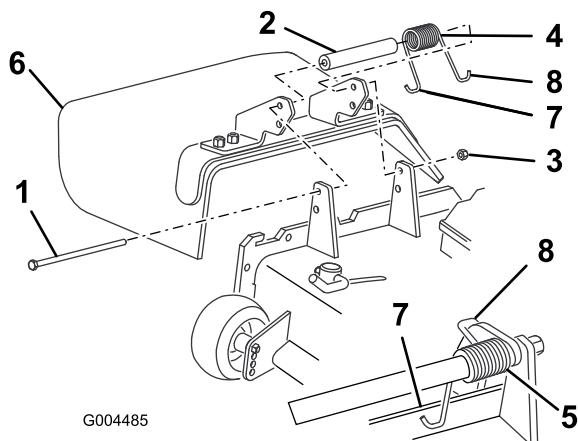

Figura 76
2. Togliete il dado di bloccaggio, il bullone, la molla e il distanziale che fissano il deflettore alle staffe orientabili (Figura 76).
3. Inserite un distanziale e la molla tra le nuove staffe del deflettore di sfalcio (Figura 76).
Nota: Prima di montare il bullone, come riportato nella Figura 76, verificate che l'estremità sinistra a J della molla sia inserita dietro il bordo del piatto di taglio.
Nota: Infilate l'estremità destra a J della molla attorno al deflettore di sfalcio (Figura 76).